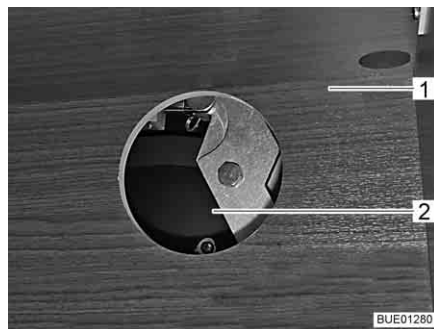

Bild 116 Zugang zum Antrieb
- Je nach Modell die Klappe am Hängeschrank (Bild 116,1) öffnen und Deckel von Zugangsöffnung (Bild 116,2) abziehen.